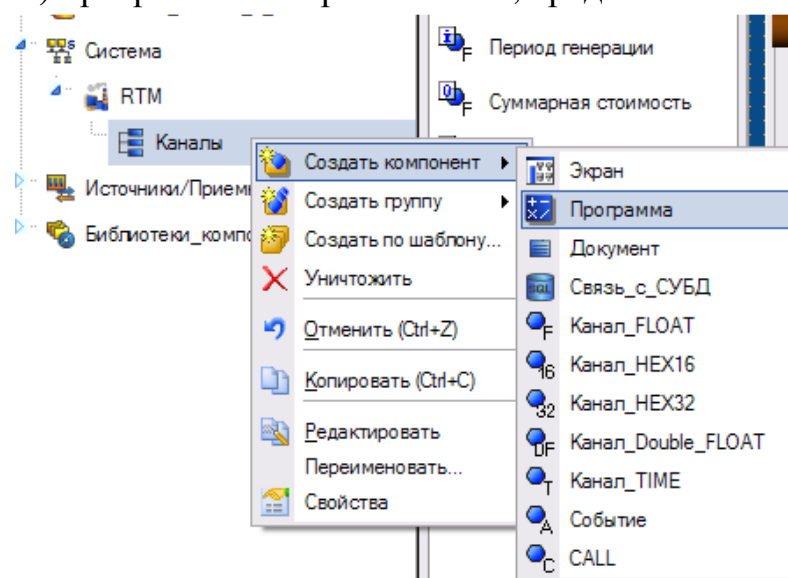
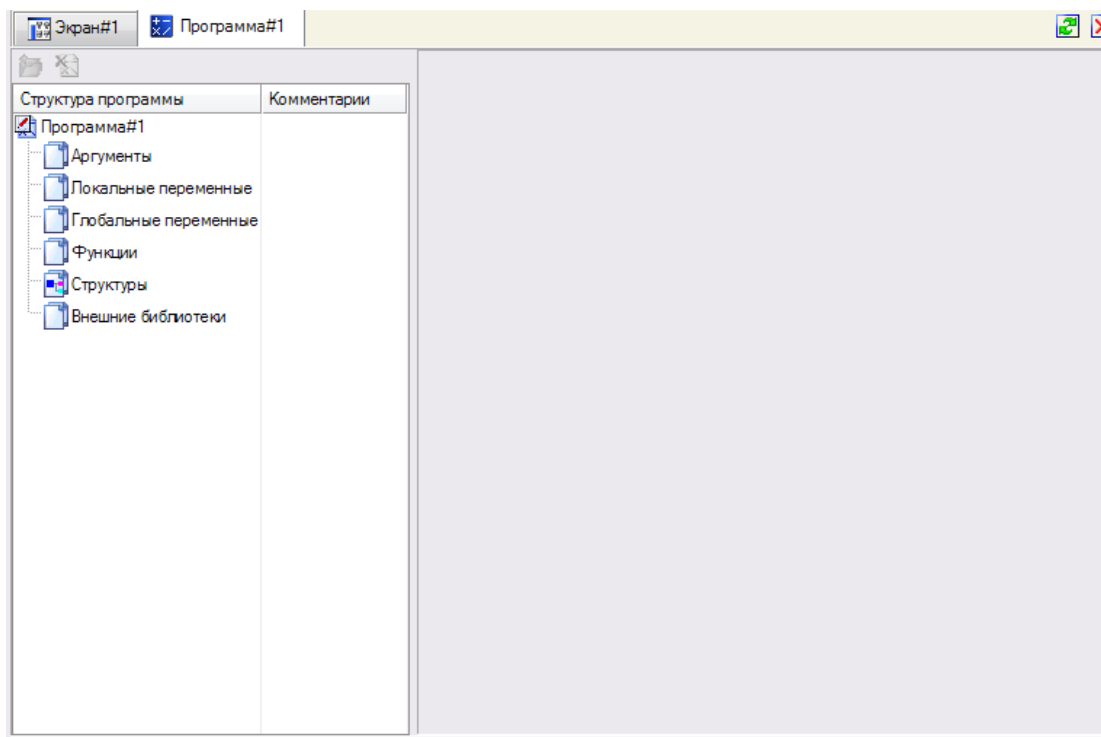

Рис. 3.49 Создание объекта программа
Рис. 3.50 Окно редактирования шаблона программы
6. **Создание FBD диаграммы.** Выделите группу **каналы** RTM узла и вызовите контекстное меню. В появившемся меню выберите **создать компонент**. Среди предложенных вариантов выберите **программа** (рис. 3.49). Выделив созданную программу и, щелкнув левой клавишей мыши, можете изменить имя программы, например, на «синусоида». Выделите созданный объект-программу и вызовите контекстное меню. В появившемся меню выберите **редактировать**. Откроется окно, аналогичное редактированию канала float. В поле период выберите **1**, выберите единицу измерения — **секунду** (сек). После настройки периода пересчета окно редактирования канала можно закрыть. Двойным щелчком левой клавиши мыши по созданной программе или вызвав контекстное меню и выбрав строчку **редактировать шаблон**, вызовите окно для создания (или редактирования) программы. Откроется окно, представленное на рис. 3.50.